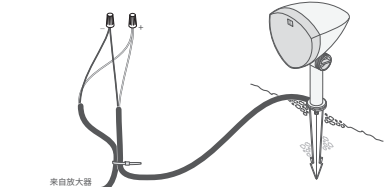

图 9
2. 从离放大器最近的扬声器开始, 根据下表剥去相应放大器通道的埋地线切割端 3/4 英寸 (约 1.9 厘米) 的绝缘层, 然后剥去相应扬声器尾纤末端的绝缘层 (见图 9)。
3. 用扎带将直埋电缆连接到扬声器尾纤 (见图 9)。